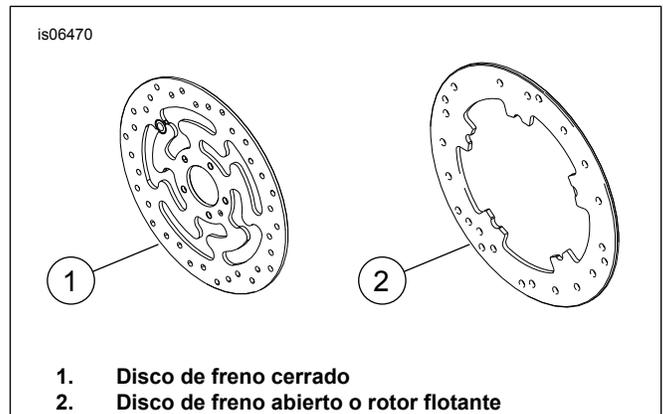

Figura 1. Estilos de disco del freno delantero
- Tornillos del disco de freno (Consulte la Figura 1. y Tabla 1)